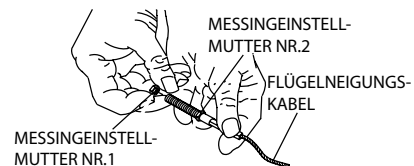

Abbildung 12. Flügelneigungskabel
3. Entfernen Sie die erste MessingEinstellmutter vom Flügelneigungskabel, wie in Abbildung 12 gezeigt.
4. Ziehen Sie die zweite MessingEinstellmutter (Abbildung 12) so weit zum Kabel wie möglich.